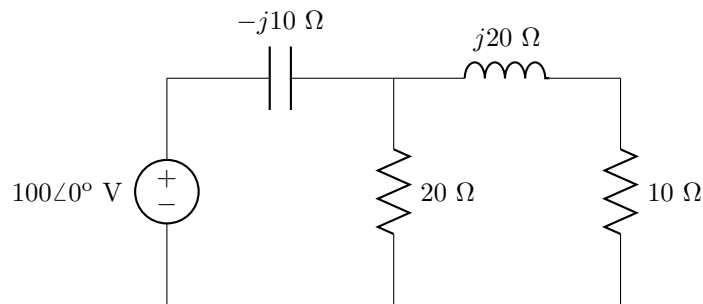

Figura 5.7: Circuito del problema 12.
12. En el circuito de la figura 5.7, halla la potencia compleja que absorbe cada uno de los elementos.